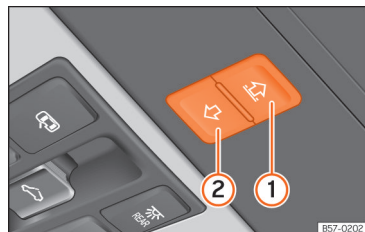

Fig. 65 Pe capitonajul interior al plafonului: suprafață de comandă funcției pentru acționarea parasolarului.
- Dacă în continuare acesta nu poate fi închis, în interval de 5 secunde apăsați butonul >>> **fig. 65** ② înspre spate fără a-l elibera, până